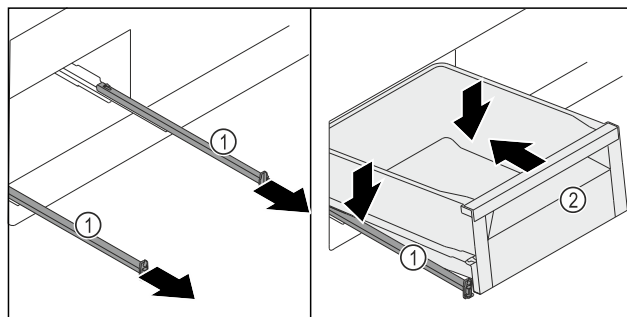

Fig. 259
- Изтеглете релсите Fig. 259 (1).
- Задръжте здраво релсите Fig. 259 (1) и поставете чекмеджето Fig. 259 (2) под ъгъл отгоре върху релсите Fig. 259 (1).
- Избутайте чекмеджето Fig. 259 (2) върху релсите Fig. 259 (1) докрай назад.